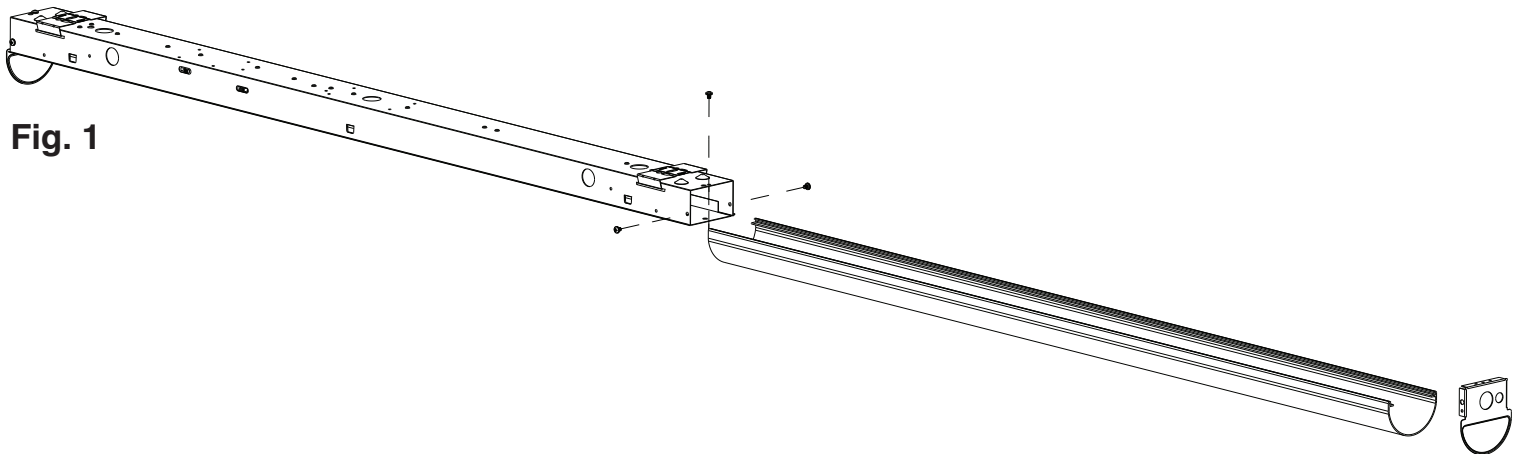

Fig. 1
1. Enlever les trois (3) vis de l'un des deux embouts. Enlever l'embout et faire glisser la lentille vers l'extérieur pour accéder au réceptacle USB-C à côté de la plaque LED (voir **Fig. 1**).